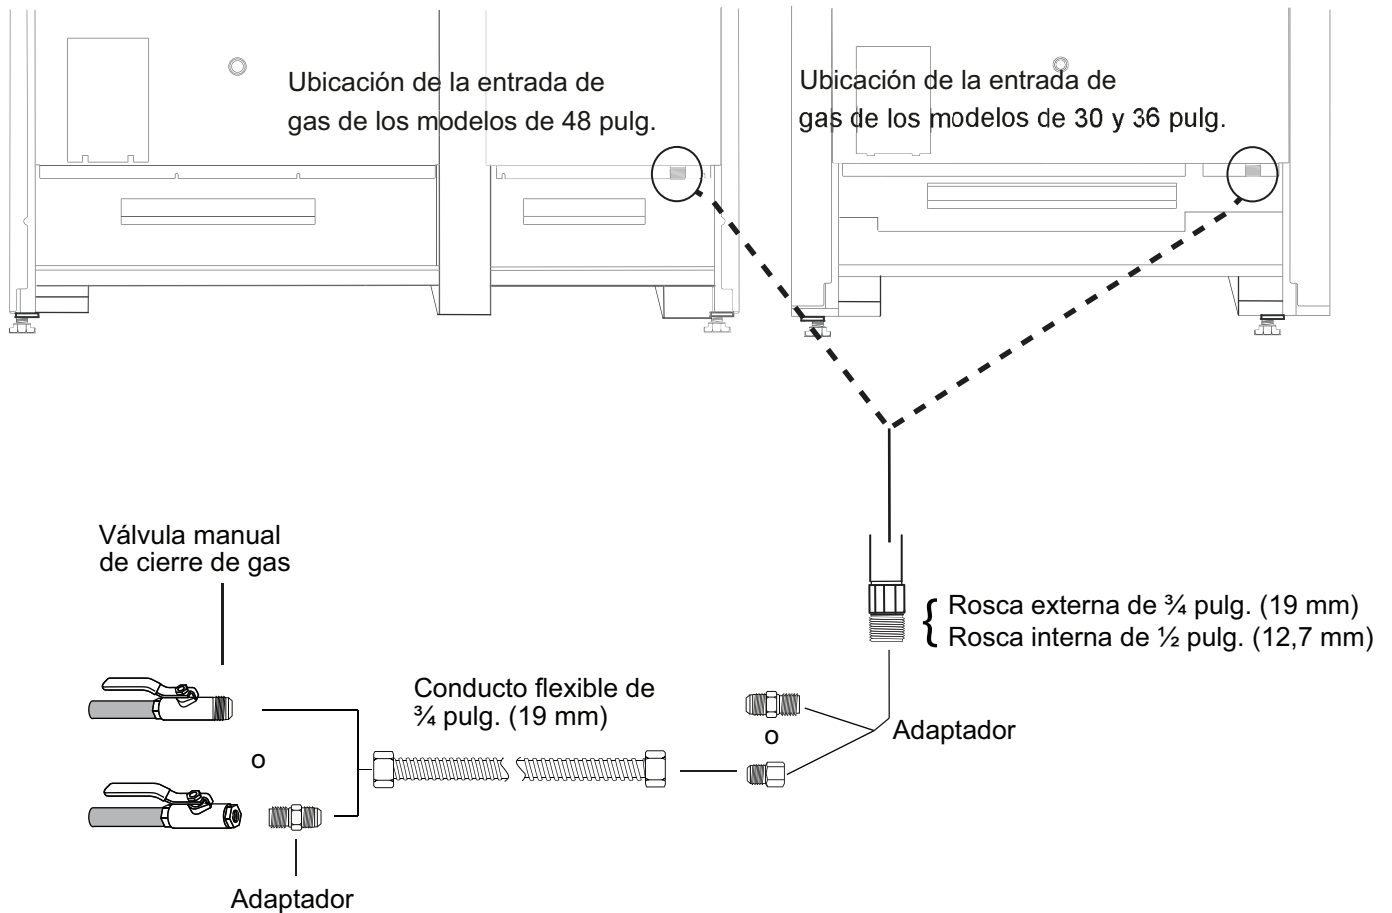

Figura 9: Conexión al suministro de gas
- Utilice una línea flexible de 3/4" entre el suministro de gas y la línea de suministro del aparato. La línea de suministro de gas está ubicada en la parte inferior derecha de todas las estufas. (Figura 9). La línea de suministro de gas del aparato es de tipo NPT 1/2".